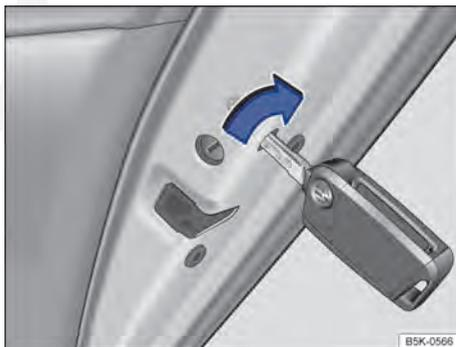

Fig. 195 Na parte dianteira da porta traseira direita: travamento de emergência do veículo com a haste da chave.
- Inserir a haste da chave na fenda que se encontra atrás da abertura e girar na porta direita no sentido horário ⇒ Fig. 195 (seta), analogamente na porta esquerda girar no sentido anti-horário.